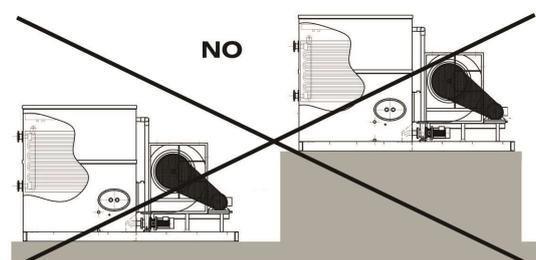

Fig. 8
- f) If several condensers are to be installed, all of them must be installed at the same height. Otherwise, the higher-located condenser (s) may draw the saturated air coming from the lower-located one. (Fig 8).
- f) Dans le cas où l'on installe plusieurs condenseurs, ceux-ci devront être installés à la même hauteur, car, dans le cas contraire, le condenseur le plus haut pourrait aspirer l'air saturé du condenseur situé plus bas (fig. 8).
- f) En el caso de que vayan a instalarse varios condensadores, éstos deberán instalarse a la misma altura, ya que de lo contrario, del que esté a mayor altura podría aspirar el aire saturado del condensador situado más abajo (fig. 8).